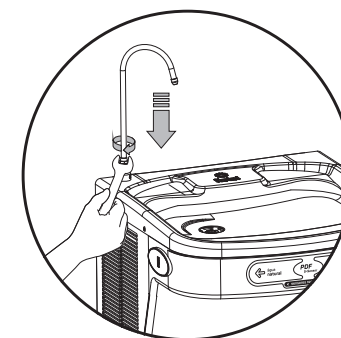

Fig. 06
1. Insira a bengala na base (Fig.06) e aperte somente a porca utilizando uma chave fixa (boca) 14 mm.